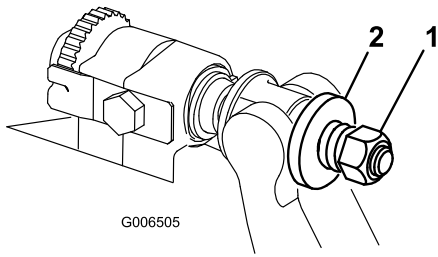

図 32
4. 外側のスチール製ワッシャが手で回せなくなるまで、左右のロックナットを均等に締め付ける。その位置から、スチール製ワッシャが手で回せるようになるが、ベッドバーとのあそびは全く無い状態までロックナットをゆるめる 図 32。
10. 各ベッドバーアジャスタアセンブリを締め付けて圧縮スプリングを完全に圧縮し、そこから1/2回転だけ戻す 図 32。